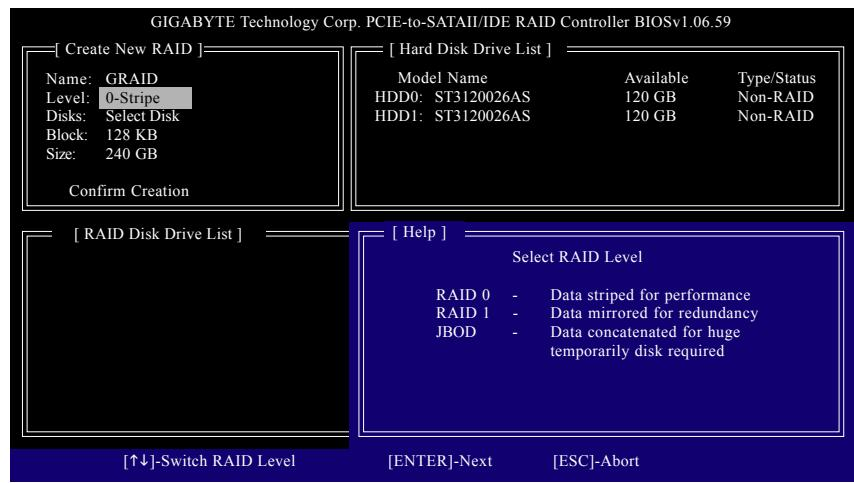

図 5
Create New RAID ブロックでは、アレイの作成に設定する必要のあるアイテムがすべて表示されます(図 5)。
- RAID モードの選択:** Level アイテムの下で、上または下矢印キーを使用して RAID 0 (ストライプ)、RAID 1 (ミラー)、または JBOD を選択します(図 5)。次に、<Enter> を押して次のステップに移動します。